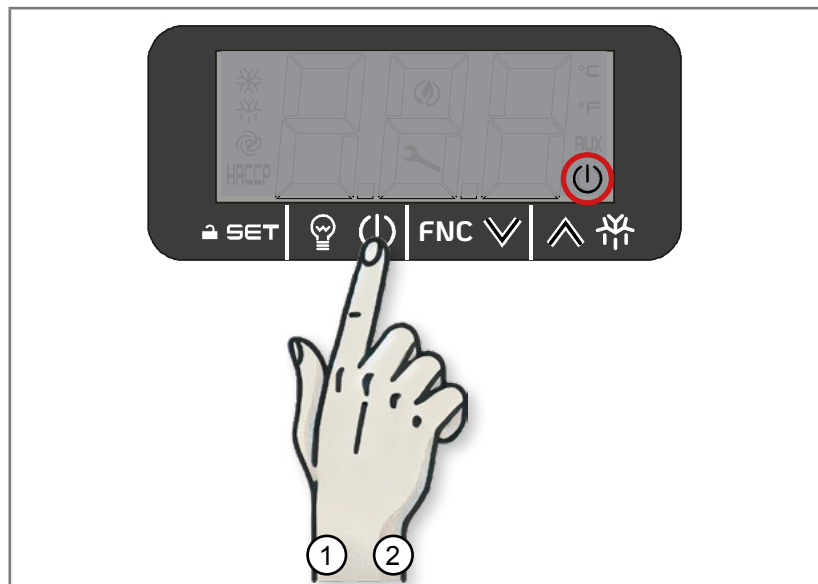

Abb. 5.11 - Ein- und Ausschalten
1. Berühren Sie die Taste ON/STAND-BY 2 Sekunden lang (1 – Abb. 5.11): Auf dem Display wird das Symbol ON/STAND-BY nicht angezeigt.
2. Berühren Sie die Taste ON/STAND-BY 2 Sekunden lang (2 – Abb. 5.11): Auf dem Display wird das Symbol ON/STAND-BY angezeigt.